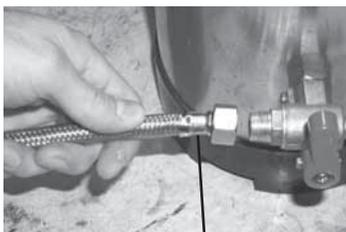

Figura 2
- 2) Collegare con il tubo **36** in gomma trecciato inox (da 1600 mm) l'uscita dell'addolcitore con il nipples dell'impianto idraulico della macchina per caffè (figura 2 – 3).